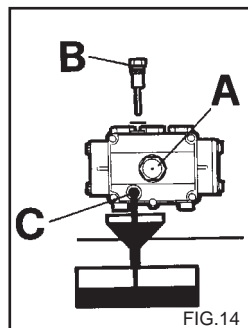

FIG.14
- 2) Skru hætten med oliemålepind (fig. 14) af.